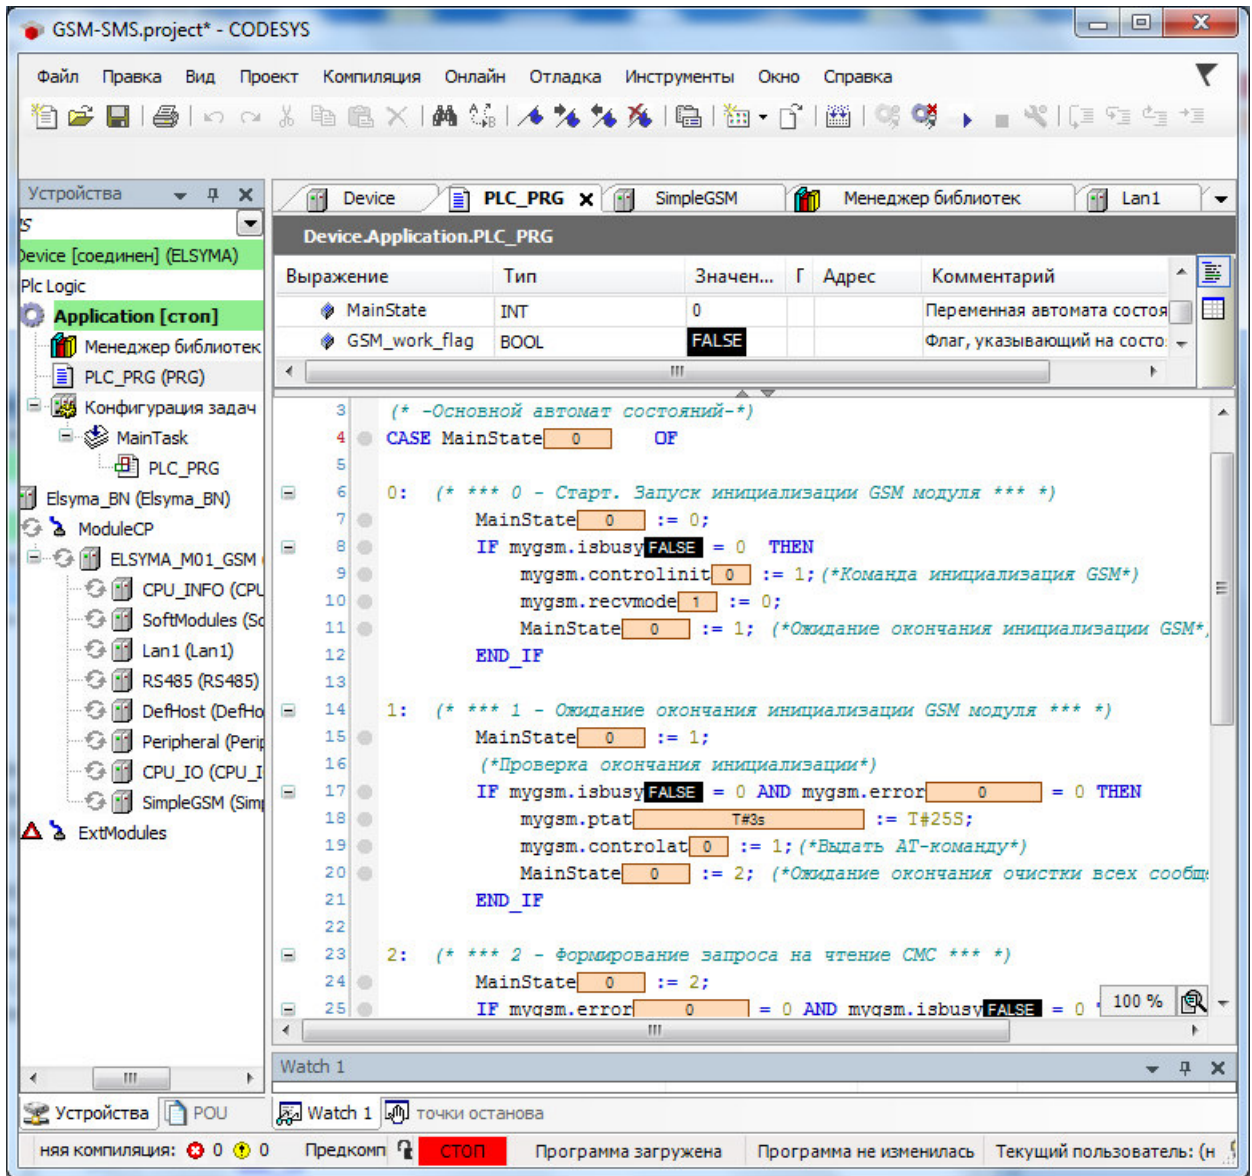

Рисунок 3.12 - Редактор POU. Загрузка задачи в контроллер
1. Перейти в редактор **POU** на закладку **PLC_PRG** и подключиться к контроллеру, выбрав команду **Логин** в меню **Онлайн** или нажав клавиши **[Alt]+[F8]**. На вопрос о загрузке задачи в контроллер следует нажать кнопку «Да». В строке статуса программы **CoDeSys** отображается состояние **СТОП** (рисунок 3.12).